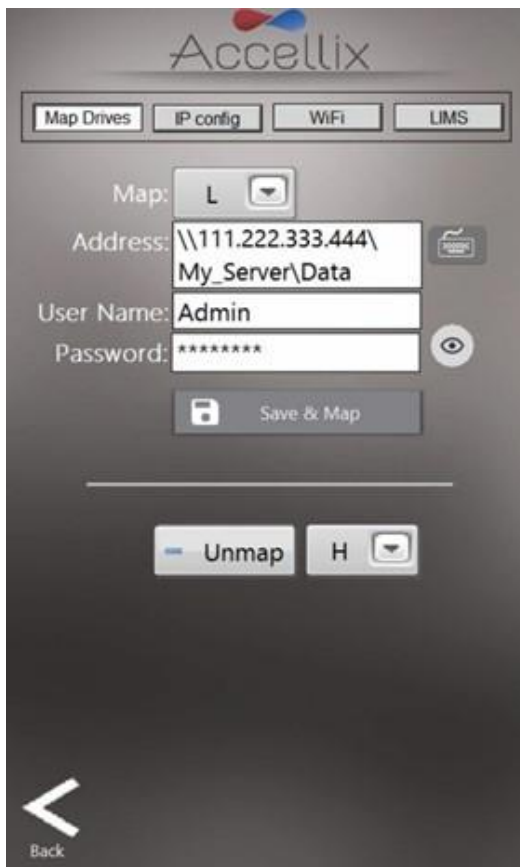

Figure 26 : écran Réseau : onglet Mapper des lecteurs
L'écran de la fonction **Network** (Réseau) (Figure 26) contient 4 onglets :
1. L'onglet Map Drives (Mapper des lecteurs) (Figure 26) permet à l'utilisateur de mapper la lettre d'un lecteur vers un lecteur réseau.